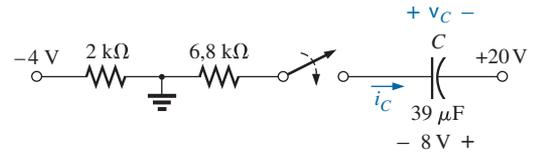

Figura 10.113 Problema 42.
*42. O capacitor na Figura 10.113 está inicialmente carregado com 8 V, com a polaridade mostrada.